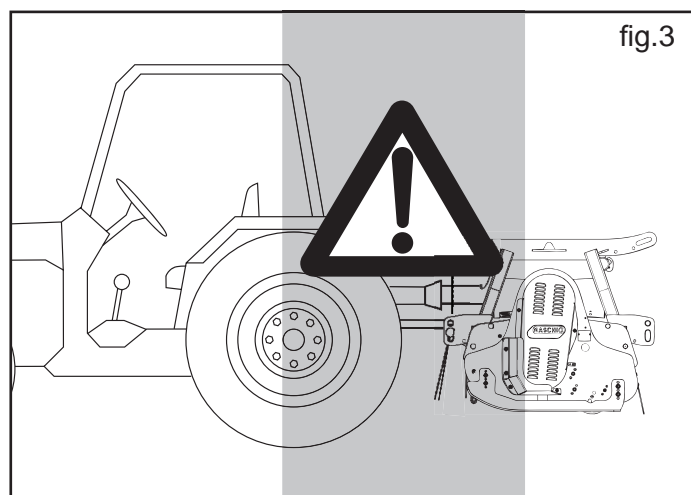

fig.3
- 5) Es ist strengstens verboten zwischen den Schlepper und den Anschluß zu treten, um die Hubsteuerung von aussen zu betätigen (fig.3).
- 6) Es ist strengstens verboten, bei laufendem Motor und eingeschalteter Kardanwelle zwischen Schlepper und Gerät zu treten (fig.3).